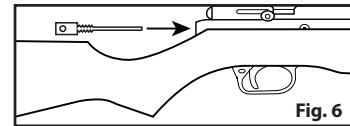

Fig. 6
- Setzen Sie das Entgasungswerkzeug (separat erhältlich auf Crosman.com) wie in Abbildung 6 dargestellt in den Gewindestopfen ein.